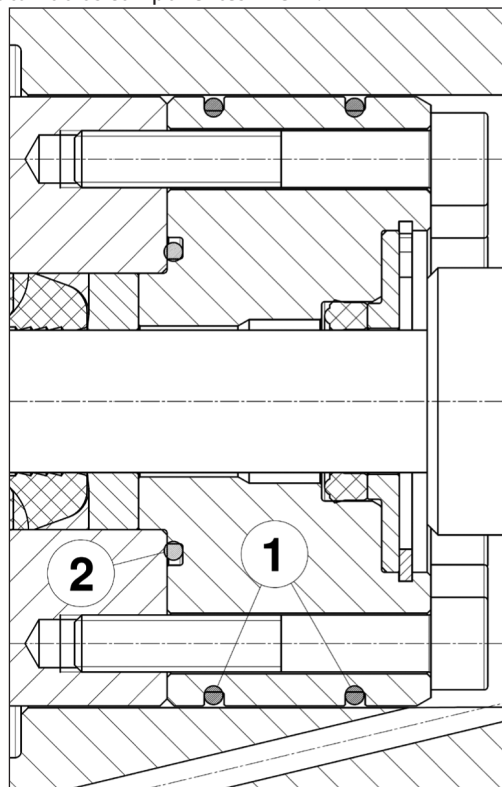
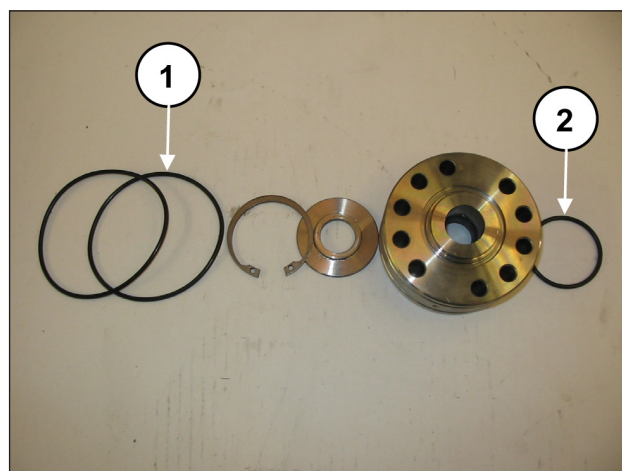

Fig. 141
Fig. 142
Remonte o grupo de suporte de vedação (Fig. 141 e Fig. 142), substituindo os componentes ① e ②.